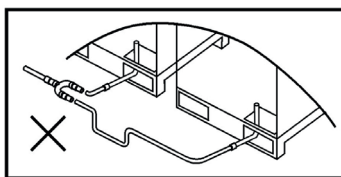

Рисунок 10.6.4
10.6.3.1 Соединительные трубопроводы, соединяющие наружные блоки, необходимо располагать горизонтально, а средняя соединительная секция должна находиться на одном уровне с другими — опускание этой секции, как показано на рис. 10.6.4, недопустимо.